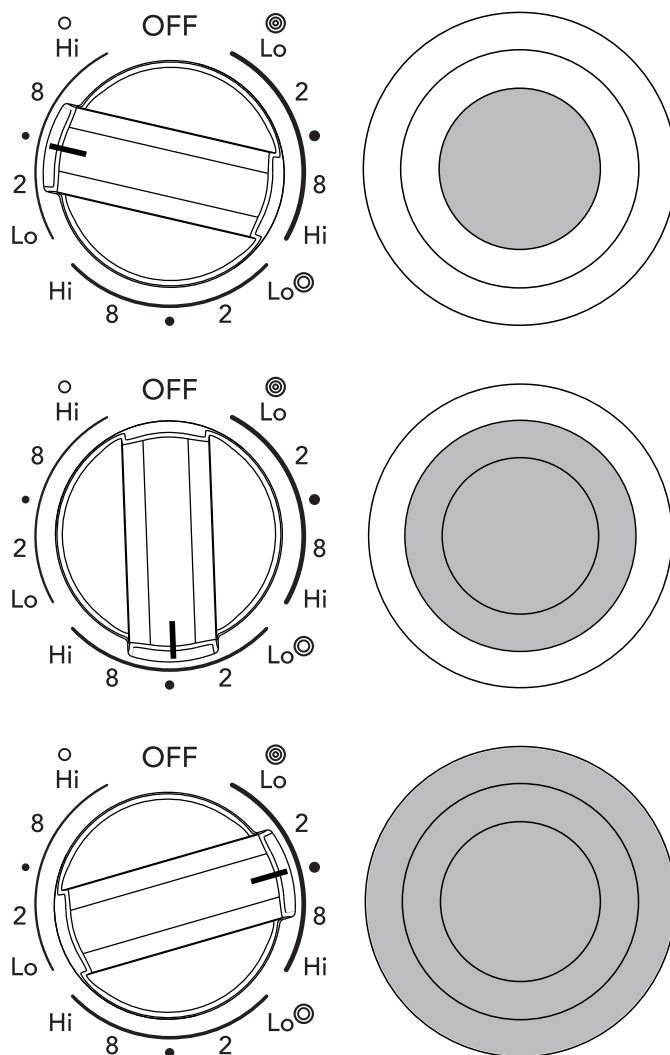

Figure 9 : Réglage du bouton de commande pour élément triple
Les icônes autour du bouton indiquent quel ou quels éléments de l'élément rayonnant triple sont utilisés. Le symbole ○ indique que seul l'élément intérieur est utilisé. Le symbole ◎ indique que l'élément intérieur et celui du centre sont utilisés. Le symbole ⊙ indique que l'élément intérieur, celui du centre et l'élément extérieur sont tous allumés (Figure 9). Il est possible de passer d'un réglage à l'autre à tout moment au cours de la cuisson.
2. Pousser et tourner le bouton de commande de surface sur le symbole de l'élément intérieur pour les petits ustensiles de cuisine ou sur le symbole des deux éléments (intérieur et centre) pour les plats moyens ou sur le symbole représentant les trois éléments pour les ustensiles plus grands (Figure 9). Le cas échéant, tourner le bouton pour ajuster le réglage.